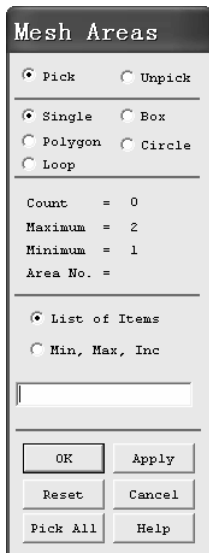
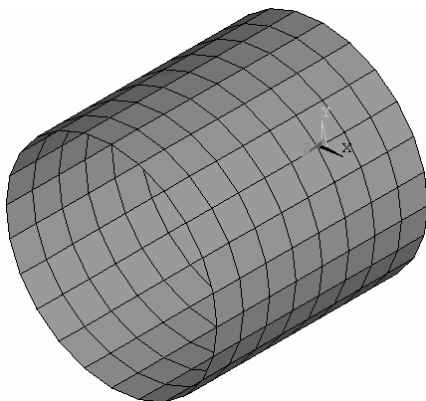

图 3-46 “Mesh Areas” 窗口
图 3-47 划分单元后的圆柱面
(16) 在“MeshTool”窗口中“Mesh:”后的方框中选择“Areas”，在“Shape:”后选中“Quad”（即四边形网格，“Tri”表示三角形网格）。再选中“Free”。单击“Mesh”按钮，弹出“Mesh Areas”窗口（见图 3-46）。单击“Mesh Areas”窗口中的“Pick All”按钮，完成单元划分（见图 3-47）。